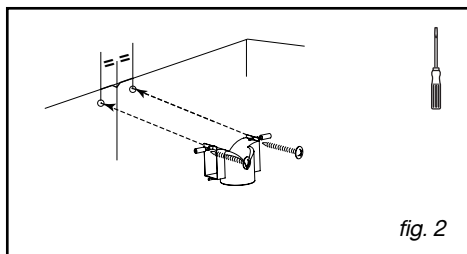

fig. 2
(fig. 2)
- Cuelgue la campana de aspiración de los dos tornillos (D/fig.2).
- Monte la válvula de retención en la salida del motor (fig. 2). Esta válvula de retención permite obstruir la entrada de aire procedente del exterior.
- Fije contra la pared, con los dos tornillos, el soporte metálico de la chimenea, apoyándolo contra el techo (fig. 2). Tenga cuidado de que el deflector quede centrado con respecto al trazo vertical hecho en la pared (fig. 2).